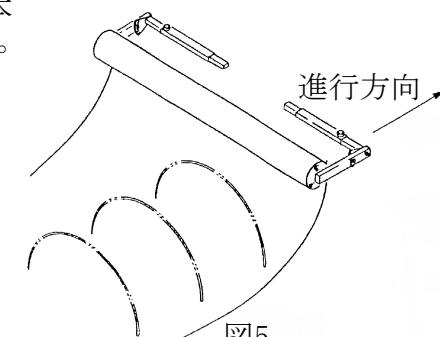

図5
- 展張するシートを図5の様に取付けて本体を移動させながら展張してください。